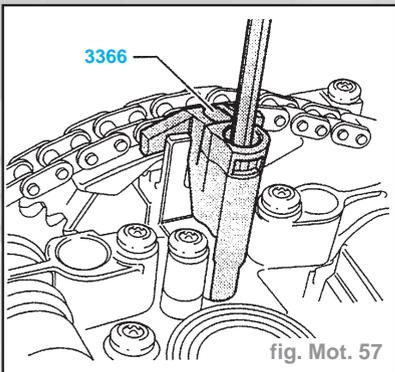

fig. Mot. 57
- Freiner le tendeur de chaîne avec le support du tendeur de chaîne 3366 (fig. Mot. 57).